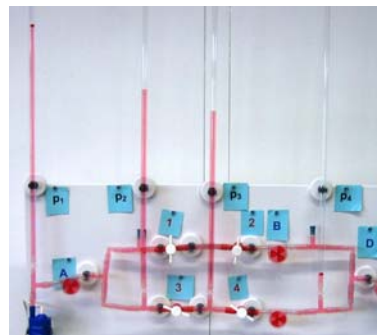

Abb. 10: Der Druckverlauf längs des Stromkreises wird sichtbar.
**Ergebnis:** Die Druckdifferenz zwischen zwei Punkten des Stromkreises ist um so größten, je größer der Strömungswiderstand dazwischen ist. So ist z.B. in Abbildung 10 der Strömungswiderstand zwischen  $p_3$  und  $p_4$  größer als zwischen  $p_2$  und  $p_3$ . Je größer der Widerstand einzelner Teilstücken des Stromkreises ist, desto größer ist der Gesamtwiderstand des Stromkreises, d.h. „**Widerstände in Reihe addieren sich**“.